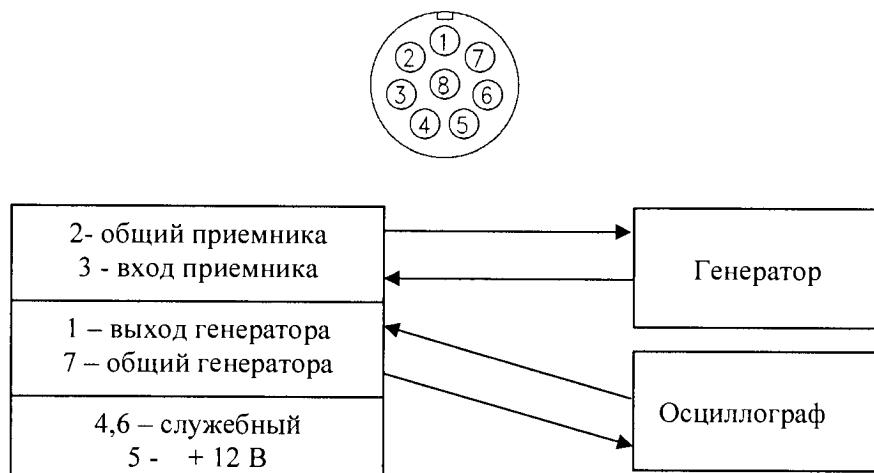

Рисунок 1 - Схема расположения выводов 8-контактного разъема подключения преобразователя
6.4.2 Для дефектоскопа АД-60К с помощью осциллографа измерить амплитуду на выходе генератора возбуждения дефектоскопа во всех режимах работы генератора возбуждения. Для подключения осциллографа использовать кабель, входящий в комплект поставки (Рисунок 1).
6.5.2. Для дефектоскопа ВЕКТОР-Скан войти в режим настройки. Подключить с помощью щупа вместо осциллографа частотометр (Рисунок 1) и, установив амплитуду изменением параметра «ОСНОВНЫЕ → амплитуда → 25 %», фиксировать максимальное отклонение показаний частотометра на частотах 10, 100, 1000, 10000, 50000, 100000, 500000, 1000000 и 2000000 Гц возбуждения преобразователя дефектоскопа, которые устанавливаются изменением параметра меню «ОСНОВНЫЕ → Частота».